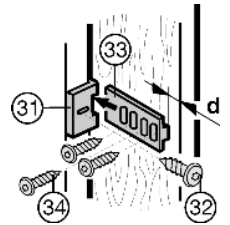

Fig. 19
- ▶ Monte la pieza de acoplamiento de puerta Fig. 19 (31) con el tornillo Fig. 19 (32), teniendo en cuenta la posición del tirador.
- ▶ Inserte los carriles de acoplamiento de puerta Fig. 19 (33) y atornillelos a la puerta del mueble con tornillos Fig. 19 (34). Mantenga la distancia d (resistencia de la pared del armario de cocina).